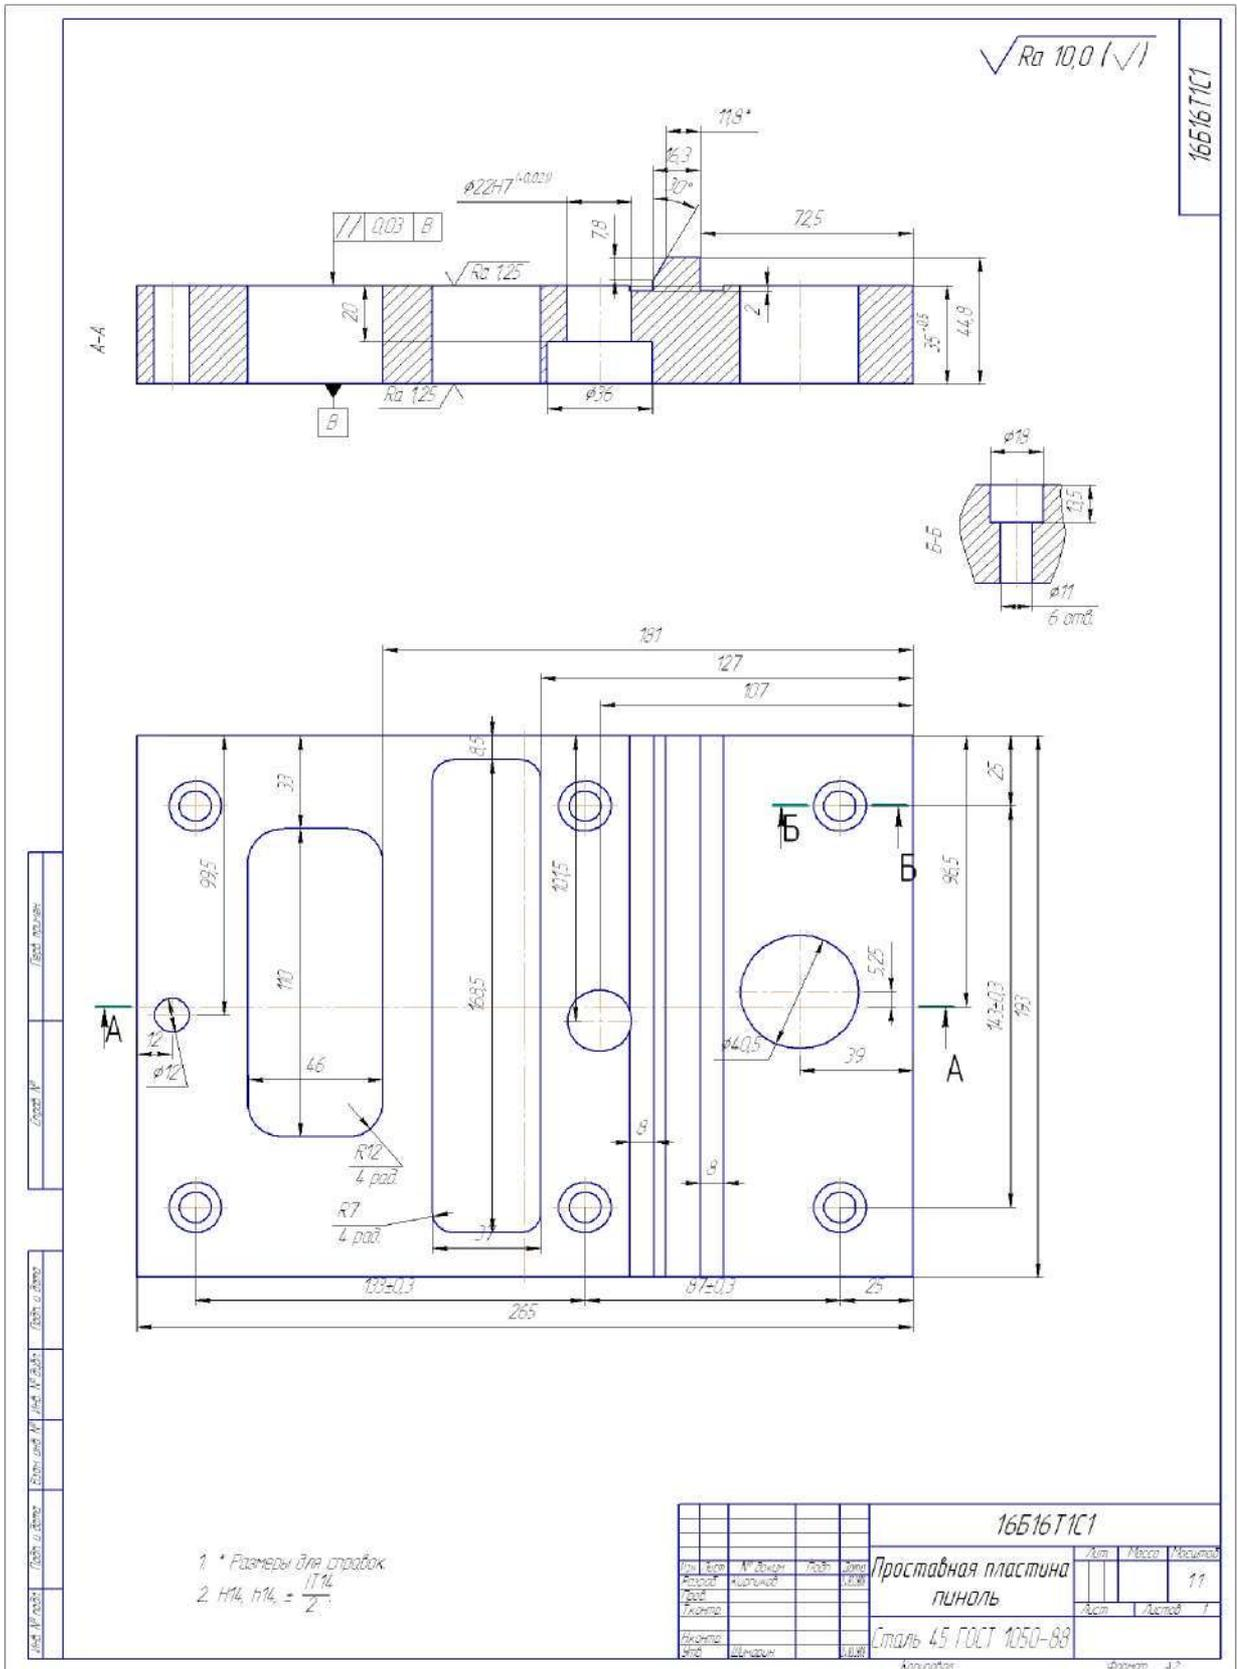

Рис.9
- 3.2. Изготовить дистанционную плиту для задней бабки в соответствии с рис.9 Приложения1